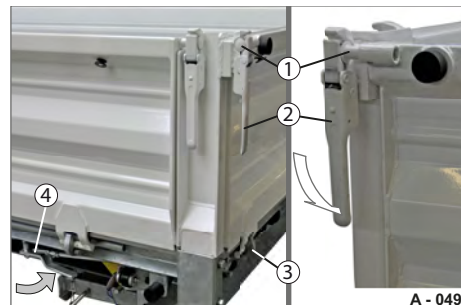

Abb. 67 Drehflügel gesichert
- ▶ Drücken Sie den Verschluss-Hebel (Abb. 67/2) mit flacher Hand zu. Der Lager-Zapfen (Abb. 67/1) wird verriegelt.
- ▶ Drücken Sie den Hebel der Zentralverriegelung (Abb. 67/4) zu. Die Verriegelungs-Haken (Abb. 67/3) verriegeln unten den Drehflügel.